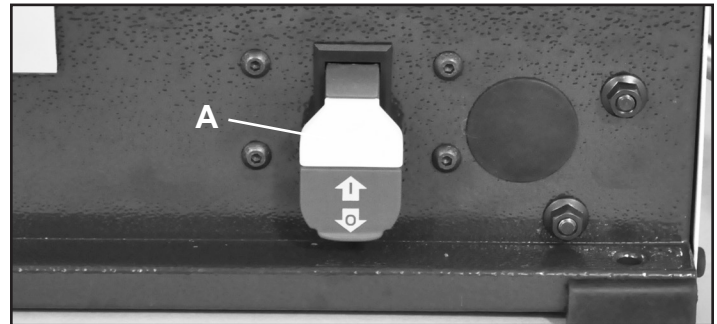

FIG. 12
1. L'interrupteur SUR/D'ÉTEINDRE (A) est situé à l'avant de l'jointeur. Pour tourner le joint "ON", l'onglet de sécurité jaune (A) doit être inséré dans l'interrupteur. Déplacez ensuite l'interrupteur vers le haut pour démarrer la machine.
2. Pour tourner le jointer "D'ÉTEINDRE", déplacez le commutateur vers le bas. FIG. 12.